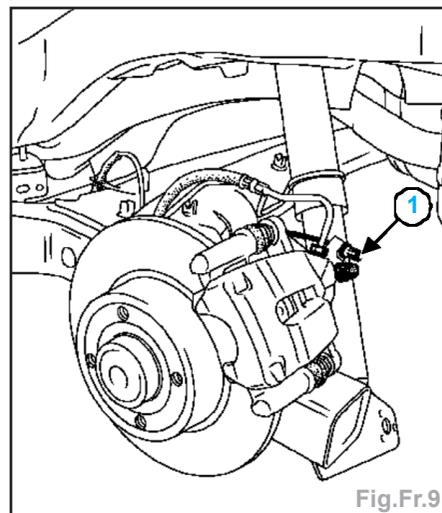

Fig.Fr.9
- Dégraffer les câbles de frein de parking (1) (Fig.Fr.9).